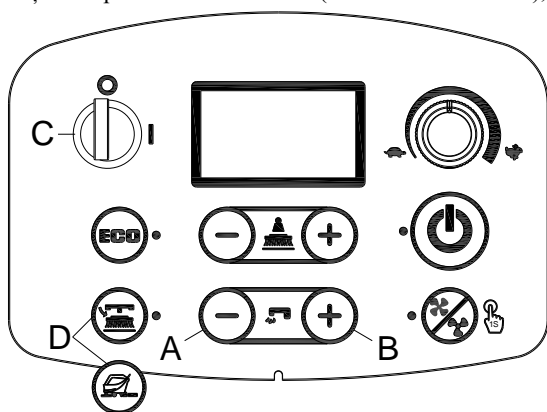

Figura 5
1. Apăsăți butonul pentru debitul de apă „+” (A, Figura 5) și „-” (B, Figura 5) concomitent.
2. Introduceți cheia de contact (C, Figura 5) și întoarceți-o pe poziția „I”.
4. Apăsăți butonul pentru debitul de apă „-” (A, Figura 5) și „+” (B, Figura 5) pentru a selecta modul bateriei (H, Figura 6)
5. Apăsăți butonul de eliberare pentru versiunea de disc sau butonul de pregătire a podelei pentru versiunea orbitală (D, Figura 5), Dacă după 3 secunde se afișează „Actualizare OK”, înseamnă că setarea a fost efectuată cu succes; reporniți mașina. (C, Figura 5)